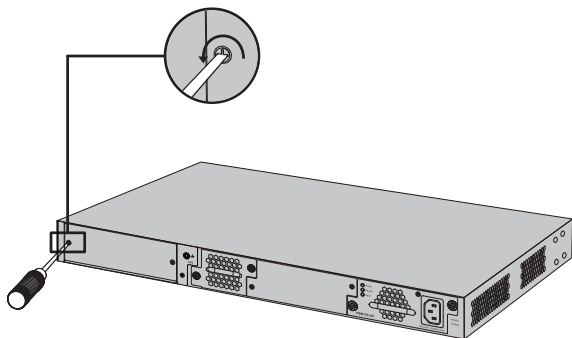

图2-1 接口模块扩展卡安装示意图一
2. 如果交换机模块扩展卡插槽上安装了保护面板，用十字螺丝刀按逆时针方向拧开保护面板两侧的螺钉，取下保护面板，如图2-1所示。